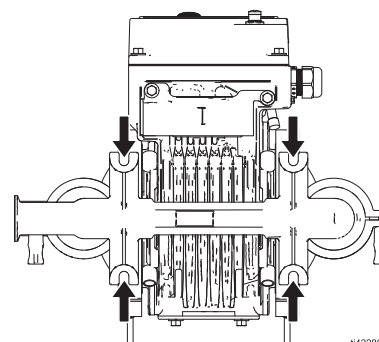

FIG. 5: Fori di montaggio
Installare la pompa sulla superficie di montaggio inserendo dispositivi di fissaggio in ogni foro dei piedini. Vedere FIG. 5.
3. Per tutti i supporti, assicurarsi che la pompa sia ben fissata con dispositivi di fissaggio attraverso i fori di montaggio sulla base. Vedere FIG. 5. Vedere **Dimensioni**, a partire da pagina 49.
Per evitare danni alla pompa, installare la pompa sulla superficie di montaggio utilizzando dispositivi di fissaggio in ogni foro dei piedini. Vedere FIG. 5.